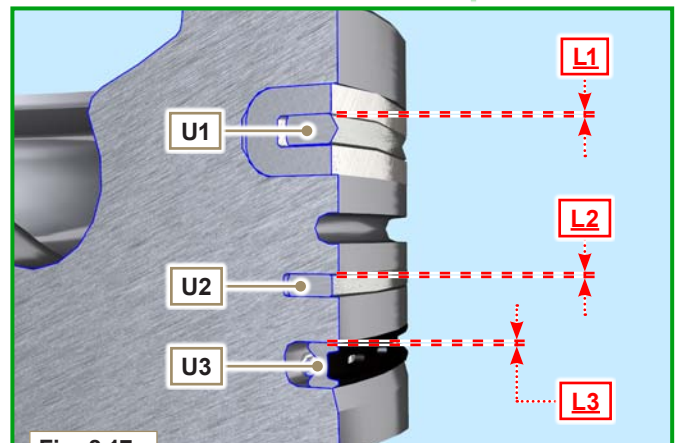

Fig. 8.17
**ANMERKUNG:** Fig. 8.17 beachten, um die Kolbenringe zu finden.